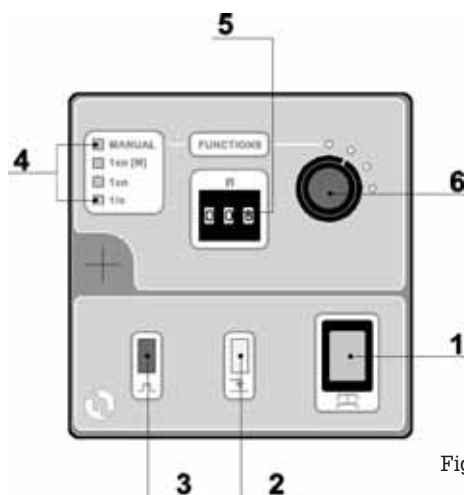

Fig. 20
8.2.3 - COMANDI POMPA DLS-VFT (Fig. 20)